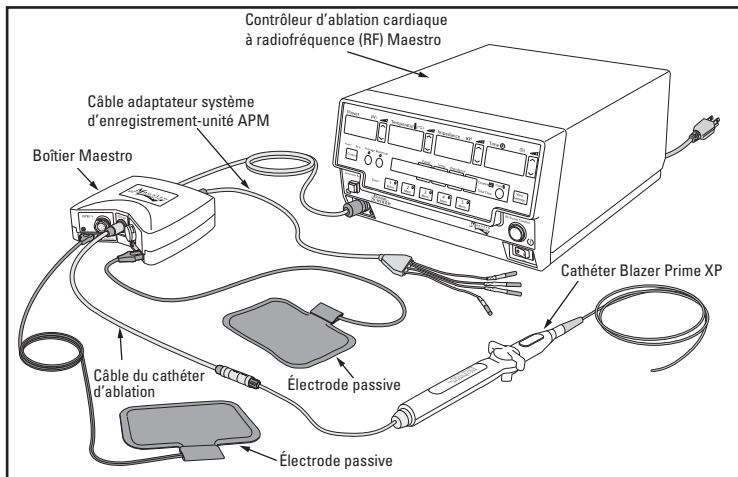

Figure 2. Configuration du câblage du cathéter Blazer Prime XP avec le contrôleur d'ablation cardiaque RF Maestro
5. Connecter le cathéter d'ablation orientable à l'aide des divers câbles adaptateurs (voir la figure 2).